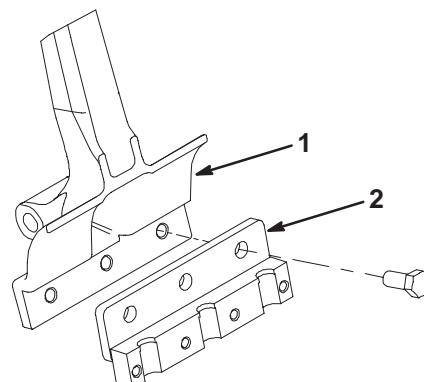

Figure 23
2. Montez un porte-louchet sur chaque bras d'aération avec (3) vis 1/2 x 1-1/4 pouce (Fig. 23). Serrez les vis à 102 Nm.